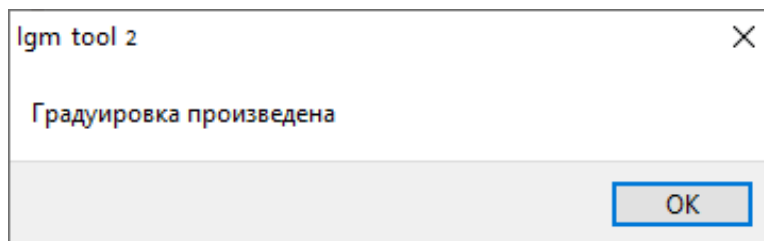

Рисунок 17 – Информационное окно подтверждения выполнения градуировки прибора
- 3) После установки значения концентрации ПГС на экране появится информационное окно подтверждения выполнения градуировки прибора (рисунок 17). Для возвращения к работе с программой необходимо нажать «ОК»;